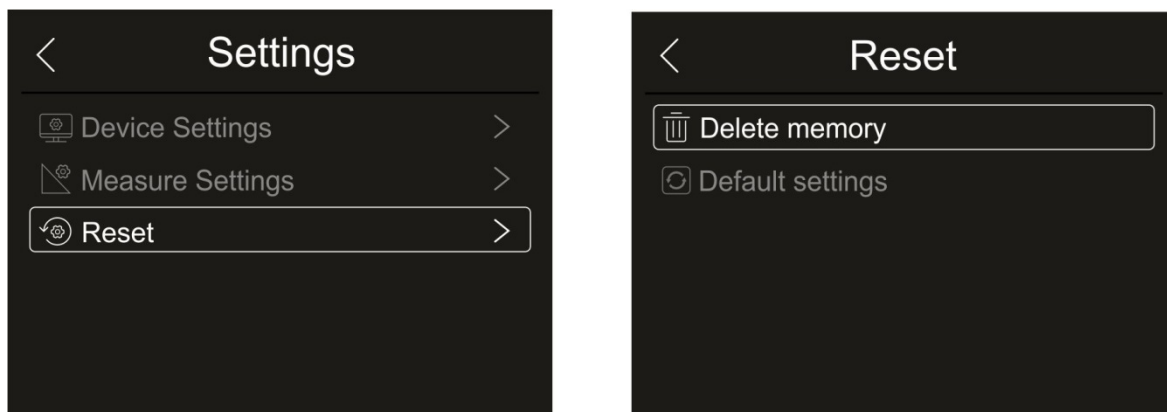

Abb. 31: Menü Reset des Geräts
1. Berühren Sie "Reset". Die Bildschirmseite in der Abb. 31 – rechte Seite erscheint im Display. Berühren Sie "Delete memory". Der folgende Bestätigungsbildschirm erscheint im Display: